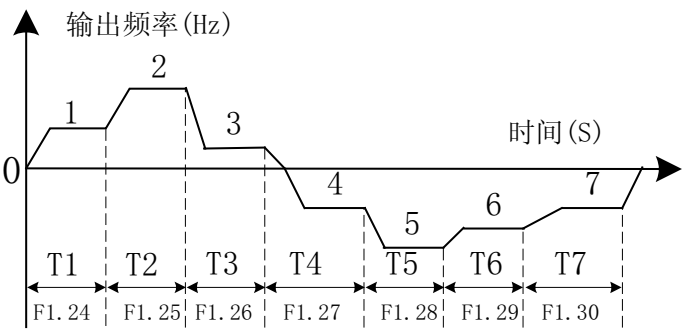

图 5-15 程序运行逻辑图
- 若要清除已运行时段，可将程序运行模式选择功能代码 F3. 15 的内容值重新存入一次。程序运行过程如图 5-15 所示。